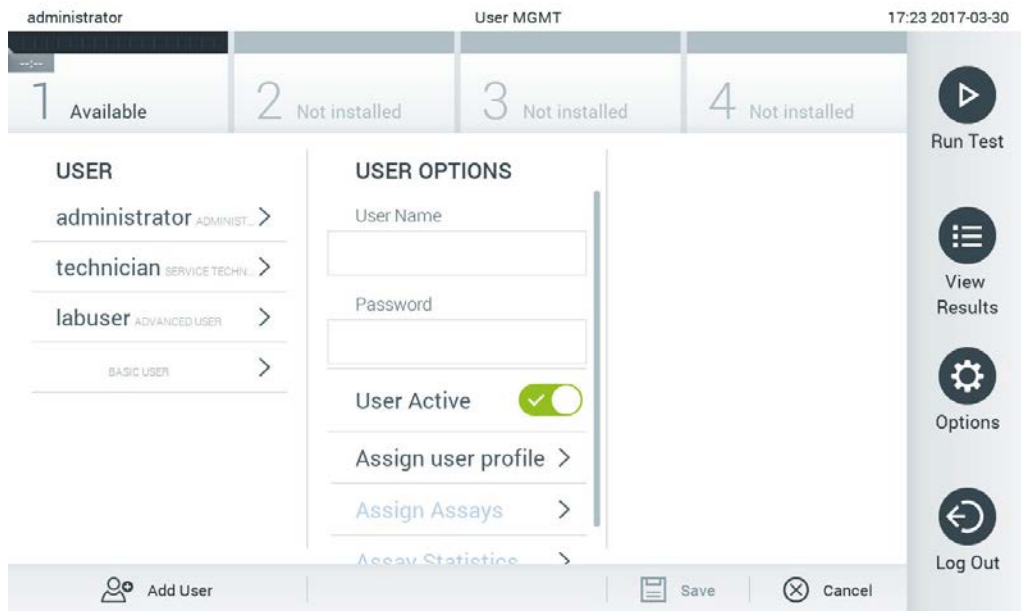

Abbildung 57: Hinzufügen eines neuen Benutzers
- Drücken Sie auf die Schaltfläche Options (Optionen) und dann auf die Schaltfläche User Management (Benutzerverwaltung), um Benutzer zu konfigurieren. Im Inhaltsbereich der Anzeige wird der Bildschirm User Management (Benutzerverwaltung) angezeigt (Abbildung 57).